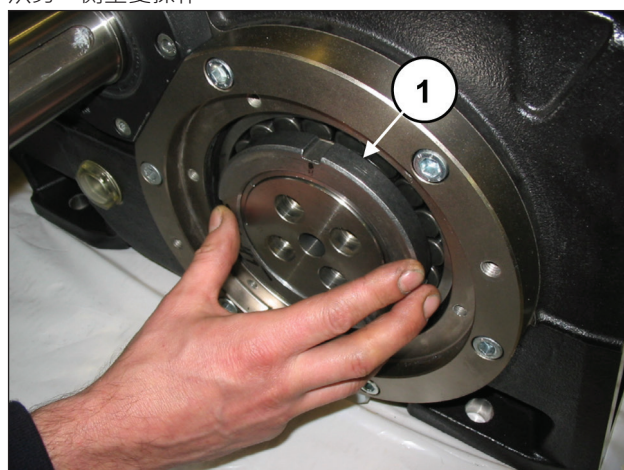
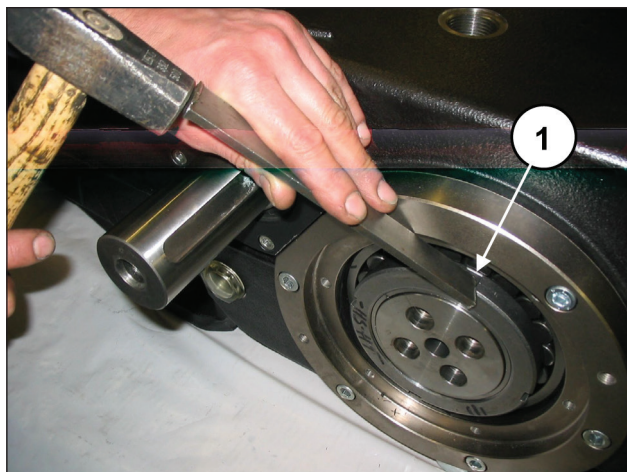

图 16
图 17
在压力衬套上拧紧 SKF KM20 型环形螺母（①，图 16），然后通过圆锤松锁衬套（①，图 17），无需抽出。